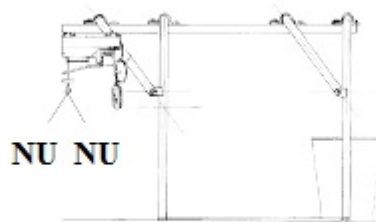

Fig. 2
5. Nu utilizați în nici un caz palanul pentru ridicarea încărcăturilor într-o direcție ne-verticală (Fig. 2).